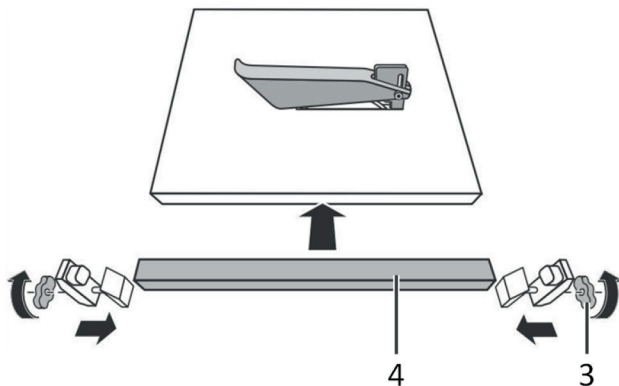

Рис. 2
Установите параллельный упор (4) (Рис. 2) на рабочий стол, выставьте требуемое расстояние до линии реза и равномерно затяните винты фиксации (3) (Рис. 2) с обеих сторон упора. Убедитесь, что упор установлен параллельно плоскости алмазного диска и не смещается при подаче заготовки.